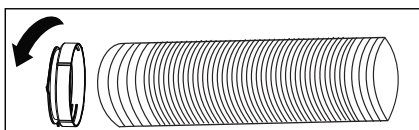

Rys. 3
1. Wyjąć wąż z opakowania (rys. 3).